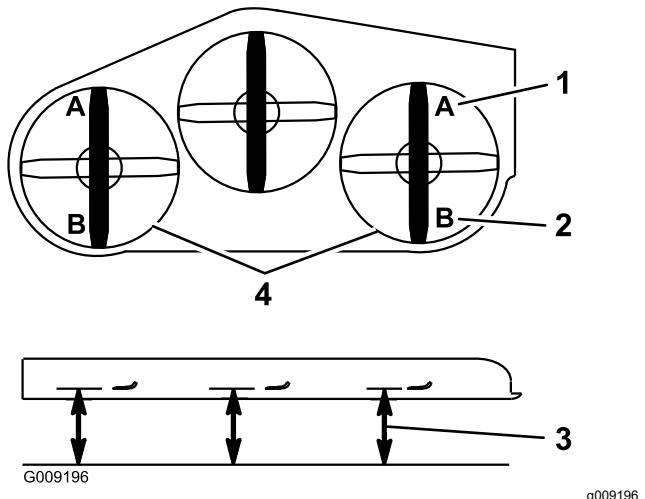

Figura 100
9. En ambos lados de la carcasa, mida desde la superficie nivelada hasta la punta delantera de la cuchilla (Posición A), según se muestra en Figura 100.
15. En ambos lados de la carcasa, mida desde la superficie nivelada hasta la punta trasera de la cuchilla (Posición B), según se muestra en Figura 100.